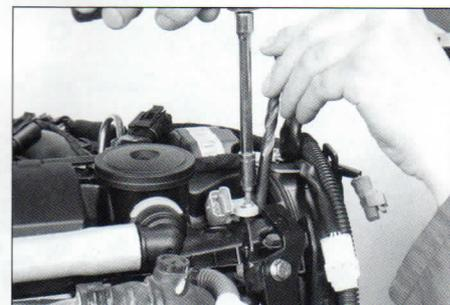

FIG.48
- en el caso de un captador reutilizado, colocar una broca de $\varnothing 8,5$ mm entre el cuerpo del captador y el borde del cárter de distribución (fig. 48) y apretarlo en esta posición.